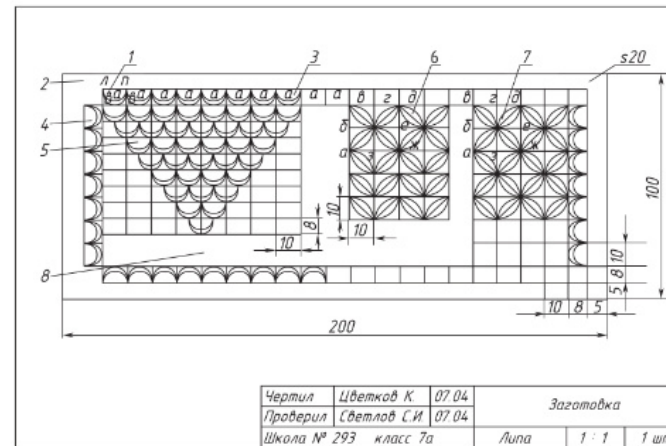
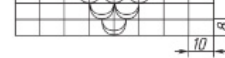

Рис. 8.22. Чертеж разметки учебной заготовки для скобчатой резьбы
Рис. 8.23. Схема разметки чешуек, вписанных в ромб
3. По чертежу (рис. 8.22) выполните разметку заготовки. На рисунке 8.22 использованы следующие обозначения: 1 — схема резьбы ногтей; 2 — контурное поле; 3 — схема разметки резьбы ногтей вдоль волокон по длинной стороне орнаментальной полосы; 4 — схема разметки резьбы ногтей поперёк волокон по короткой стороне орнаментальной полосы; 5 — композиция чешуек; 6 — схема разметки скобчатых порезок глазков с выпуклой средней линией; 7 — схема разметки скобчатых порезок с углублённой средней линией; 8 — резное поле для авторских композиций.
тые порезки будут располагаться в шахматном порядке в виде треугольника (рис. 8.22, 5) или в виде ромба (рис. 8.23).
Разметка скобчатых порезок с выпуклой средней линией — глазков (рис. 8.22, 6). На заготовке построить сетку 10×10 мм. Построить дугу ab с центром в точке b и радиусом 10 мм. Далее построить дуги радиусом 10 мм с центрами в точках g (дуга ad), e (дуга $гж$), z (дуга $жс$) и т. д.
Разметка скобчатых порезок с углублённой средней линией (рис. 8.22, 7). На учебной заготовке построить сетку 10×10 мм. Далее разметка выполняется, как показано на рисунке 8.22, 6.
Выполните резьбу ноготков вдоль волокон текстуры древесины (рис. 8.22, 3).
Выполните резьбу ноготков поперёк волокон (рис. 8.22, 4).
Выполните резьбу чешуек (рис. 8.23).